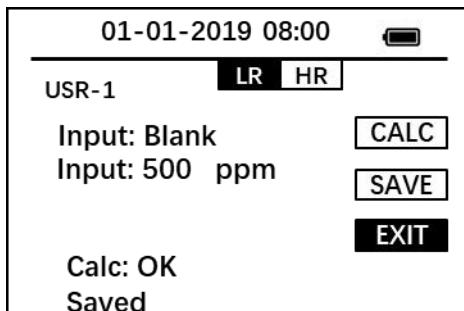

图14 保存校准
5. 按OK键选择 **SAVE** 保存校准，界面显示 Saved，即校准曲线保存完成；如图 14所示。
7. 按OK键选择 SAVE 保存校准，界面显示 Saved，即校准曲线保存完成；如图 14 所示。